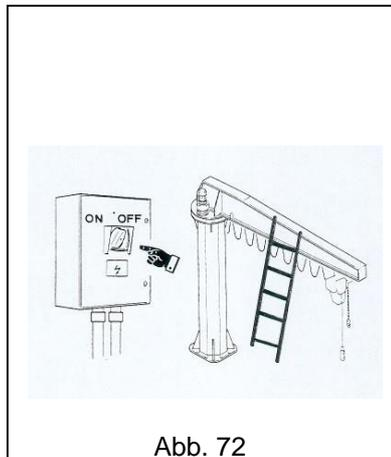

Abb. 72
- **STETS** die Maschine für Inspektionen, Reparaturen und gewöhnliche Wartungseingriffe vom Netz trennen (Abb. 72).